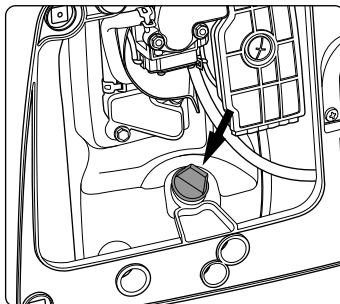

рис. 18
Открутите пробку маслозаливной горловины (19). (рис. 18)